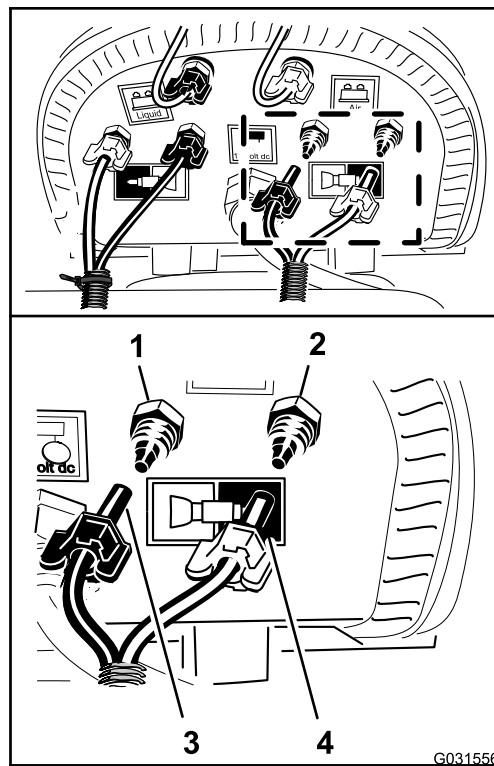

Figure 143
5. Branchez les tubes non repérés (sans attache-câble) en reliant le tube bleu de la section de pulvérisation gauche au raccord à compression du circuit d'eau de la section de pulvérisation gauche (Figure 143).
6. Vissez l'écrou à compression du tube sur le raccord à la main (Figure 143).
7. Branchez le tube transparent de la section de pulvérisation gauche au raccord à compression du circuit d'air de la section de pulvérisation gauche (Figure 143).
8. Vissez l'écrou à compression du tube sur le raccord à la main (Figure 143).